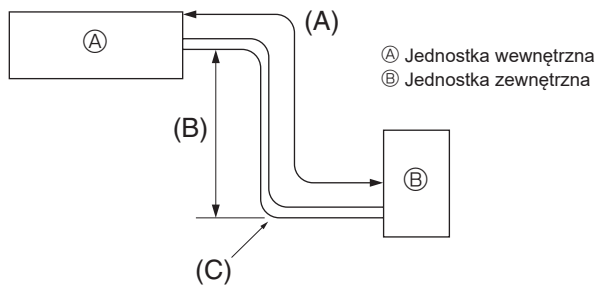

Fig. 5-1
5.1. Rura czynnika chłodniczego (Fig. 5-1)